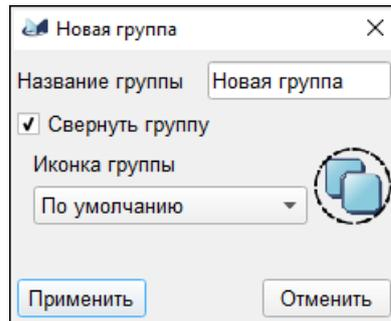

Рис. 82
6.5.4. Создание группы возможно с помощью пункта *"Группировать"* контекстного меню множественного выделения нескольких станций одной сети. Выбор данного пункта меню откроет диалоговое окно создания группы, показанное на рис. 82.